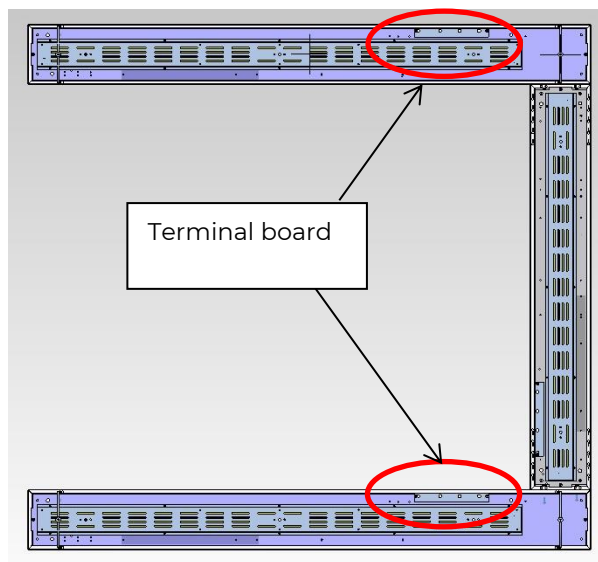

Fig. 11
11. Collegare le alimentazioni alle morsettiere posizionate come in Fig.11.
11. Power the system, using one of two terminals board marked in Fig. 11.